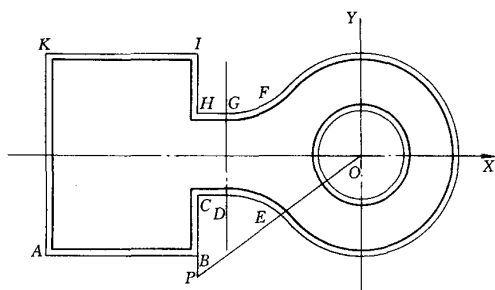

图2 凸凹模编程示意图
(1) 选择“轨迹生成”, 在弹出的对话框中按缺省值确定各项加工参数。
(2) 在本例中, 加工轨迹与图形轮廓有偏移量, 加工凹模型孔时, 电极丝加工轨迹向原图形轨迹之内偏移进行“间隙补偿”; 加工凸模时, 电极丝加工轨迹向原图形轨迹之外偏移进行“间隙补偿”。补偿距离为 (如图 2):